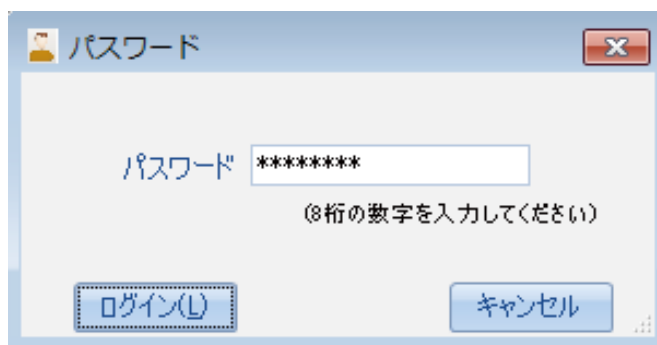

図7-29. パスワードウィンドウ
- 図7-29に示すようにパスワードウィンドウが表示されますので、パスワードを入力してください。